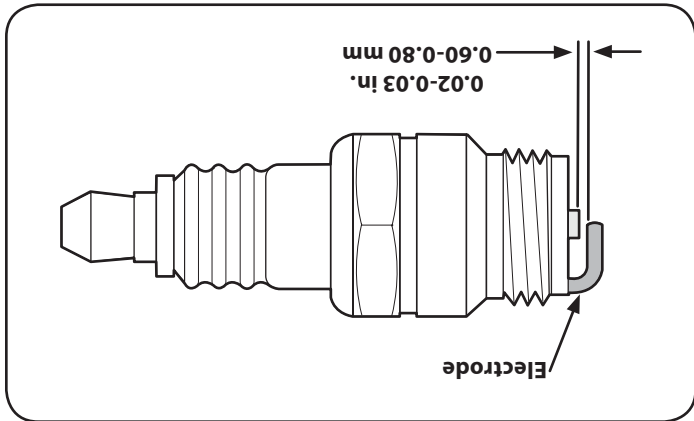

Figure 24
- Mesurez l'écartement de la bougie avec une jauge d'écartement. Ajustez au besoin en pliant l'électrode de côté. Voir la Figure 24. L'écartement doit mesurer entre 0,020-0,030 (0,60 - 0,80 mm). Vérifiez que la rondelle de la bougie est en bon état et filetez la bougie à la main pour éviter de déformer les filets.